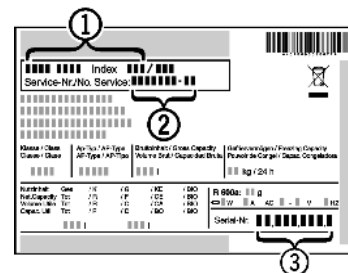

Fig. 18
- ▶ Identificați denumirea aparatului Fig. 18 (1), numărul de service Fig. 18 (2) și numărul de serie Fig. 18 (3) pe marca de fabricație. Marca de fabricație se află pe partea stângă în interiorul aparatului.
- ▶ Informați serviciul de asistență a clienților și comunicați tipul defecțiunii, denumirea aparatului Fig. 18 (1), numărul de service Fig. 18 (2) și numărul de serie Fig. 18 (3).